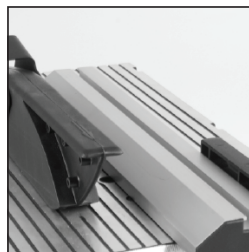

FIG. 22
- Draai de twee inbusschroeven vast met de geleider in de gewenste stand. **(Fig. 22)**